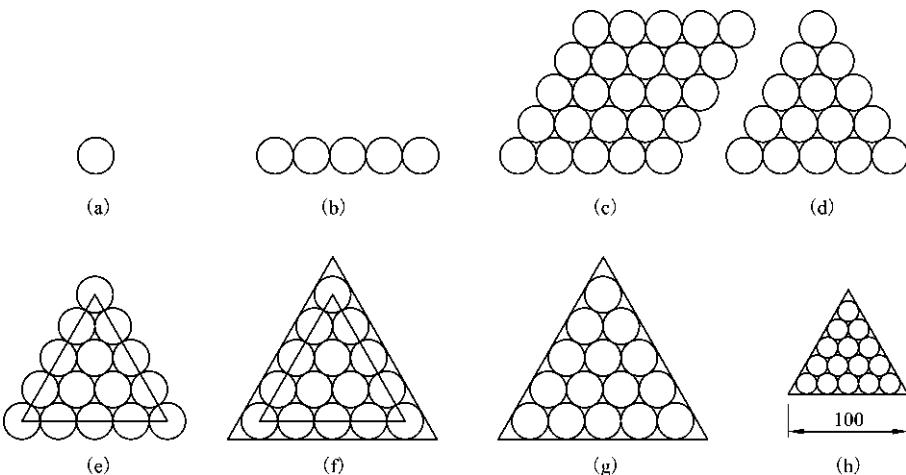

图 1-60 装饰图案分步操作
- ①绘制一个任意大小的圆，如图 1-60(a)所示。
- ②将圆阵列成 1 行 5 列，其中列偏移为圆的直径，得到 5 个水平相切圆，如图 1-60(b)所示。
- ③将 5 个水平相切圆阵列成平行四边形状的 25 个相切圆，其中列偏移取圆的直径，阵列角度为 60° ，如图 1-60(c)所示。
- ④将右上侧多余的 10 个圆删除，如图 1-60(d)所示。
- ⑤用多段线连接上、左下、右下三个圆的圆心，如图 1-60(e)所示。
- ⑥将多段线向外偏移，偏移距离为圆的半径大小，如图 1-60(f)所示。
- ⑦删除里面的多段线，如图 1-60(g)所示。
- ⑧用参照方式将图形缩放成边长为 100 mm 的图形，如图 1-60(h)所示。